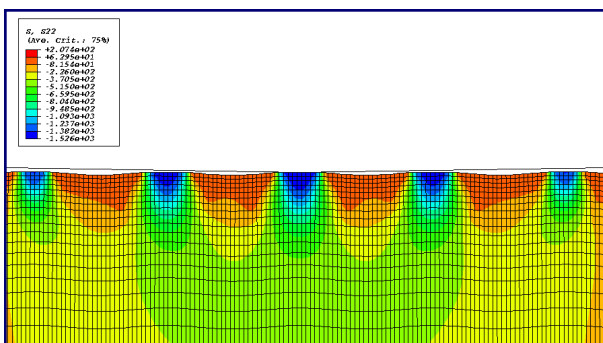
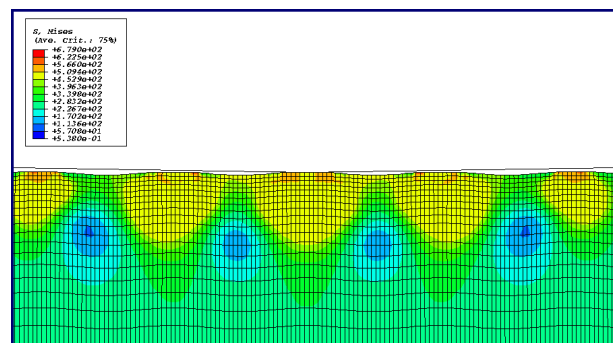

Figure 3: Pression de contact (MPa)
Figure 4: Contrainte de Von Mises (MPa)
3. Le calcul est maintenant validé. On observe, sur la surface rugueuse, les pressions de contact (Figure 3) et la contrainte de Von Mises (Figure 4).